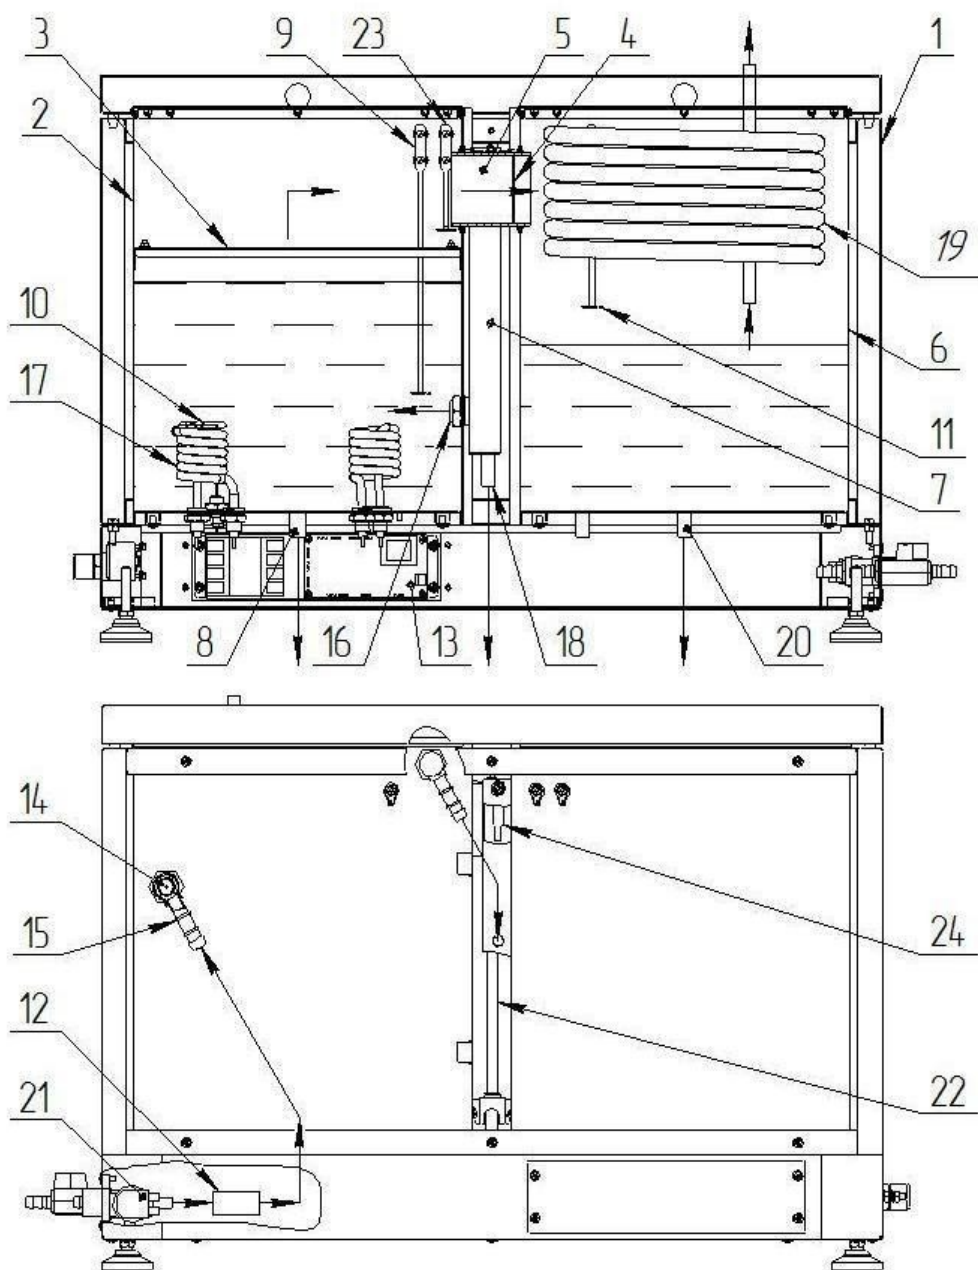
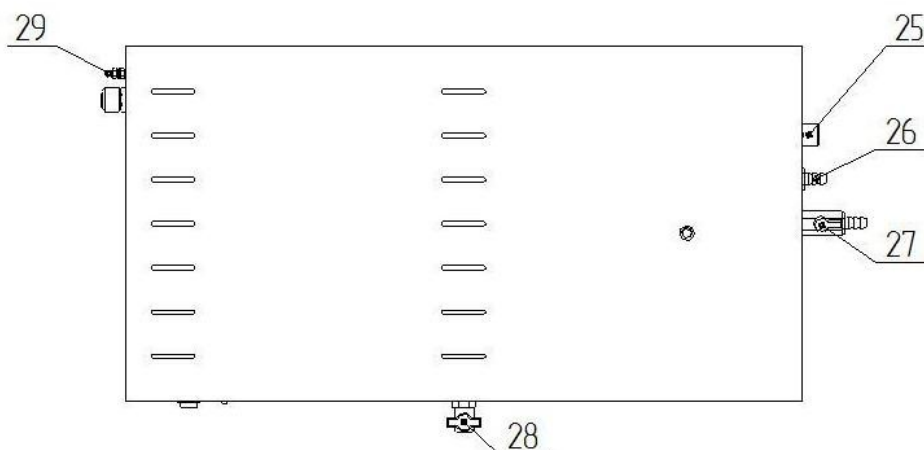

Рисунок 1. Устройство аквадистилляторов электрических Liston A 1104, Liston A 1110, Liston A 1125, где:
Рисунок 2. Схема подключения к штуцерам и клемме заземления аквадистилляторов электрических Liston A 1104, Liston A 1110, Liston A 1125, где:
срабатывание клапана 21 подачи исходной воды (Рисунок 1). Как только уровень воды в испарителе достигнет нижнего датчика 9, автоматика включает нагревательные элементы 17.
4.2.1.6. Дистиллированную воду можно получать в непрерывном режиме, не используя Сборник 6, отбирая дистиллят через Сливной кран 28 (Рисунок 2) на передней панели в другие емкости.
- 4.2.2.3. **При достижении уровня воды в Испарителе 2 (Рисунок 1) Нижнего датчика 9 (контакт LOW на Рисунке 3, Рисунке 4), срабатывает магнитный пускатель KM 1.1 и подключает напряжение к электронагревателям EK.**
- 4.2.2.6. **При наполнении сборника дистиллята до Датчика уровня 11 (Рисунок 1) (контакт HIGH на Рисунке 3, Рисунке 4), автоматика отключит нагрев воды и перекроет Входной клапан подачи воды Y1. Зелёный индикатор РЕЖИМ (HL 1) погаснет. При сливе дистиллята из накопителя автоматика откроет входной клапан Y1 и включит нагрев воды, при этом загорится индикатор РЕЖИМ (светодиод HL 1).**
- 4.2.2.7. **При переливе воды в Испарителе 2 (Рисунок 1) или Уравнителе 7, уровень воды достигнет верхнего датчика контроля уровня в Испарителе 23 или датчика контроля уровня в Уравнителе 24 (контакт ALARM на Рисунке**
- 6.6. **Рекомендуется установка в систему водопровода самоочищающегося фильтра с манометром (с тонкостью фильтрования 100 мкм) для исключения засорения Диафрагмы 14 (Рисунок 1) и Клапана 25 (Рисунок 2).**
- 6.12. **Присоединить штуцер ДУ8 (для аквадистиллятора Liston A 1104) с наружной резьбой 1/2", либо ДУ12 (для аквадистилляторов Liston A 1110 и Liston A 1125) с наружной резьбой 1/2" через уплотнительную ленту к Крану 28 (рисунок 2). Подсоединить силиконовую трубку к штуцеру и закрепить пластиковой стяжкой.**
- 6.13. **Присоединить штуцер ДУ8 (для аквадистиллятора Liston A 1104) с наружной резьбой 1/2", либо ДУ12 (для аквадистилляторов Liston A 1110 и Liston A 1125) с наружной резьбой 1/2" через уплотнительную ленту к Крану 27 (рисунок 2)**
- Подключить шланги слива, один к Штуцеру 26- сливу охлаждающей воды (Рисунок 2), второй к Крану-штуцеру 27 - сливу отработанной воды из испарителя. Соединения шлангов со штуцерами стянуть хомутами, входящими в комплект поставки.**
- (ВАЖНО: Шланг слива охлаждающей воды из Штуцера 26 (Рисунок 2) должен располагаться под уклоном и на нем не должно быть изгибов и колен. При необходимости- укоротить длину шланга. Перепад высот между штуцером 26 и местом подключения шланга к канализации должен быть не менее 0,3 м. Шланг не должен упираться во внутреннюю стенку канализационной трубы.**
- В противном случае, уровень воды в Испарителе 2 (Рисунок 1) и Уравнителе 7 начнет повышаться и достигнет верхнего датчика контроля Уровня 23 или Датчика контроля уровня 24, автоматика отключит дистиллятор, при этом загорится красный индикатор АВАРИЯ.)**
- 6.15. **Подключить наливной шланг к Штуцеру 25 (Рисунок 2)**
- 6.17. Проверить, что нижний Датчик контроля уровня 9 (Рисунок 1) не касается стенок Испарителя 2 и Рассекателя потока пара 3. В противном случае электронагреватели начнут работать в отсутствие достаточного уровня воды. При этом произойдет аварийное выключение дистиллятора из-за повышения температуры электронагревателей выше 150°C.
- 6.18. Проверить, что Датчик уровня дистиллята 11 (Рисунок 1) не касается стенок Конденсатора 6 и Теплообменника 19. В противном случае автоматика будет считать, что сборник наполнен дистиллятом, отключит нагрев воды и перекроет входной клапан подачи воды.
- 6.19. Проверить, что Датчики 23 (Рисунок 1) и 24 не касаются стенок Испарителя 2 и Уравнителя 7. В противном случае, автоматика будет считать, что произошел перелив воды - выключит дистиллятор, при этом загорится красный индикатор АВАРИЯ.
- 7.3. Закрывать кран слива воды из Испарителя поз. 27 (Рисунок 2).**
- 7.5. Проверить, что нижний Датчик контроля уровня 9 (Рисунок 1) не касается стенок Испарителя 2 и Рассекателя потока пара 3. В противном случае электронагреватели начнут работать в отсутствие достаточного уровня воды. При этом произойдет аварийное выключение дистиллятора из-за повышения температуры электронагревателей выше 150°C.**
- 7.6. Проверить, что Датчик уровня дистиллята 11 (Рисунок 1) не касается стенок Конденсатора 6 и Теплообменника 19. В противном случае автоматика будет считать, что сборник наполнен дистиллятом, отключит нагрев воды и перекроет входной клапан подачи воды.**
- 7.7. Проверить, что Датчики 23 (Рисунок 1) и 24 не касаются стенок Испарителя 2 и Уравнителя 7. В противном случае, автоматика будет считать, что произошел перелив воды - выключит дистиллятор, при этом загорится красный индикатор АВАРИЯ.**
- 7.12. Дистиллированную воду можно сливать в непрерывном режиме в подготовленные емкости, либо использовать встроенный накопитель. При наполнении встроенного накопителя, срабатывает Датчик уровня дистиллята 11 (Рисунок 1), нагревательные элементы отключаются, при этом гаснет индикатор «РЕЖИМ».**
7.15. Через 30 минут после выключения, слить воду из камеры испарения, открыв для этого Сливной кран 27 (Рисунок 2).